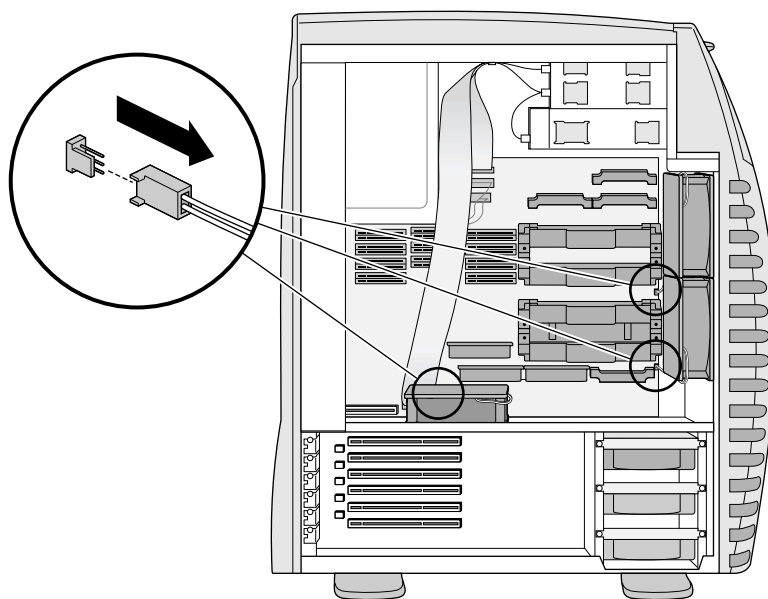

Figura 7-11 Desconectando o cabo do ventilador
2. Segure o conector do cabo e puxe-o em sua direção para soltá-lo da placa do sistema. Veja a Figura 7-11.